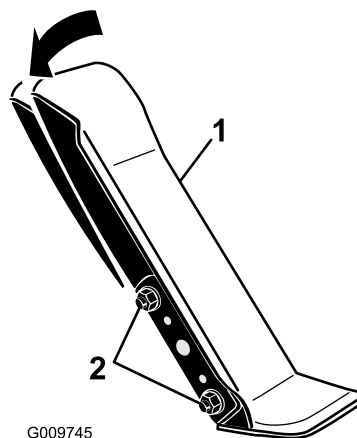

Bild 72
1. Lösen Sie die zwei Muttern und Schrauben, mit denen die linke Seite des Fahrpedals an der Halterung befestigt ist (Bild 72).
2. Drehen Sie das Pedal auf den gewünschten Winkel und ziehen Sie die Muttern fest (Bild 72).